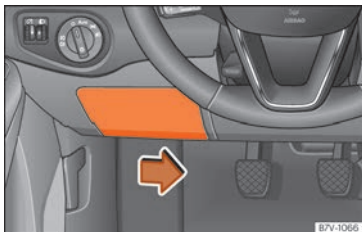

Fig. 61 En el tablero de instrumentos del lado del conductor: tapa de la caja de fusibles.
- Para liberar la tapa desplace hacia la derecha la manecilla de accionamiento situada en la parte inferior de la misma »» fig. 61.